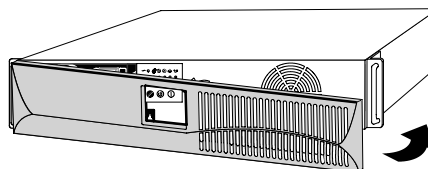

Figura 3. Reinstalación de la Cubierta Frontal del SIE
4. Reinstale la cubierta frontal del SIE (consulte la Figura 3).